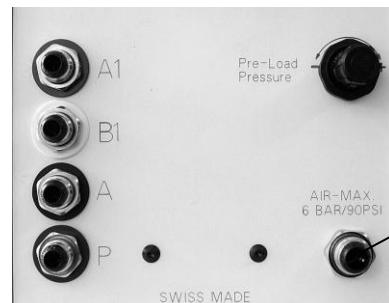
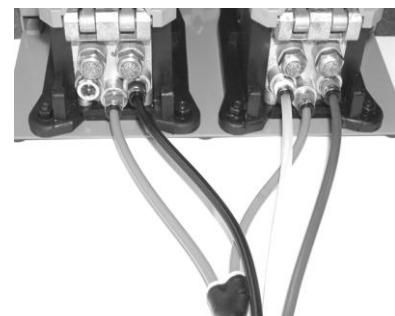

Abb. 8.01
Abb. 8.02
Vierfachschlauch gemäß Farbcodierung hinten an der Maschine (Abb. 8.01) und am Doppelfußpedal (Abb. 8.02) anschließen.
Anschluss **Air MAX.** (Abb. 8.01, Pos. 1) der Pneum. Parallel Crimpmaschine AT-SC mit Druckluftschlauch Ø 8/6 mm mit dem Druckluftnetz verbinden.
- Die Maschine ist nur durch die Hauptluftzuleitung komplett drucklos zu machen (Abb. 8.01, Pos 1).